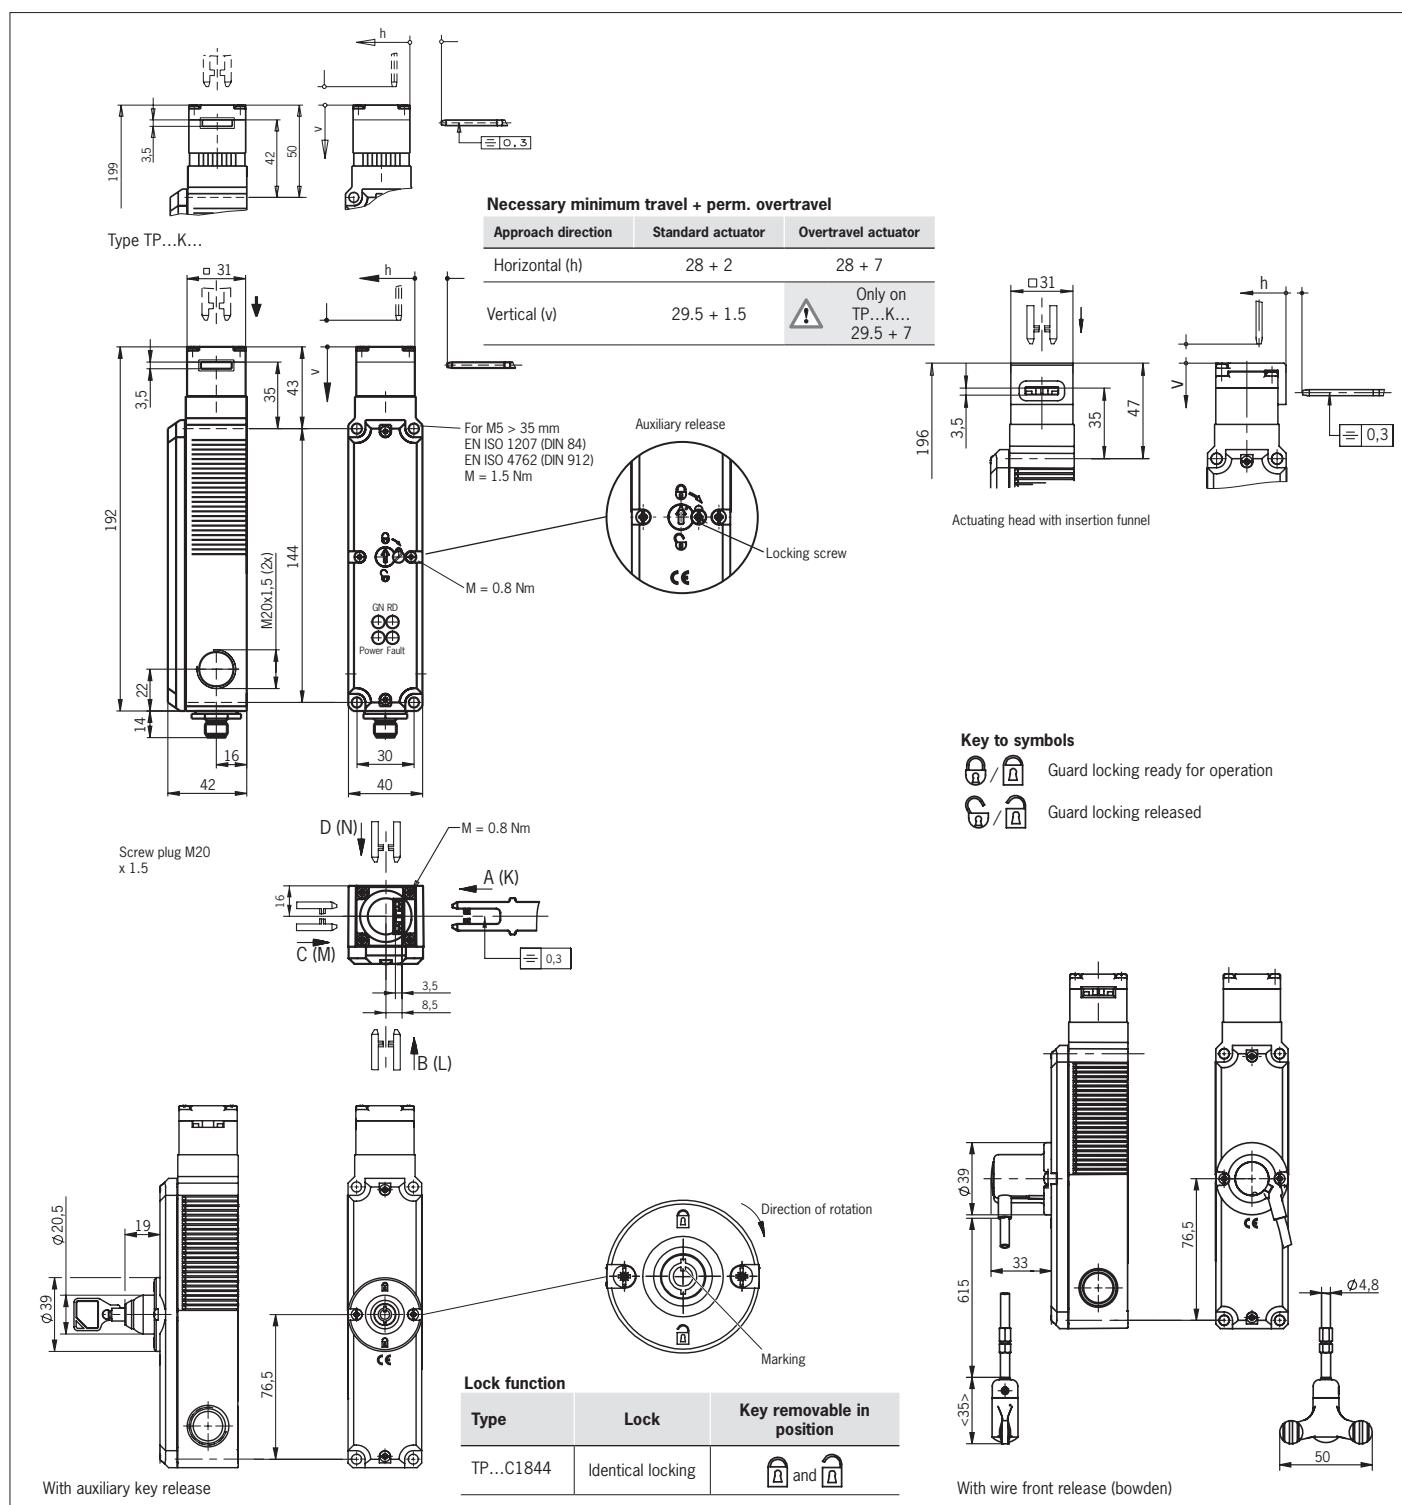

Fig. 3: Dimension drawing for TP...AS1 without insertion funnel and TP...AS1 with insertion funnel
- Endommagement de l'appareil par un élément d'actionnement non approprié. Veillez à sélectionner l'élément d'actionnement correct (voir tableau de la Fig. 3).